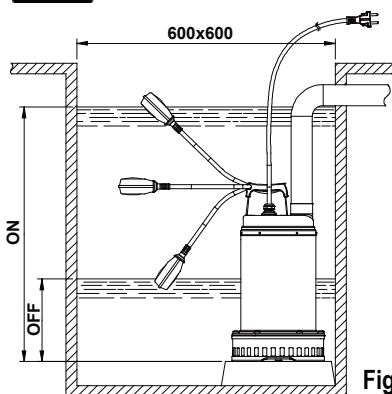

Fig.1
- 4.1 Si le fond du puits où la pompe doit fonctionner est particulièrement sale, il est bon de prévoir un support pour poser la pompe afin d'éviter que la crépine d'aspiration se bouche (Fig.1)
2. Pour la version munie d'interrupteur à flotteur, contrôler que celui-ci peut bouger librement (VOIR PARAGRAPHE REGLAGE INTERRUPTEUR A FLOTTEUR). Prévoir des puisards ayant les **dimensions minimum** indiquées dans la Fig.1. Le puisard devra toujours être dimensionné également en fonction de la quantité d'eau en arrivée et du débit de la pompe de manière à ne pas soumettre le moteur à un nombre excessif de démarrages.